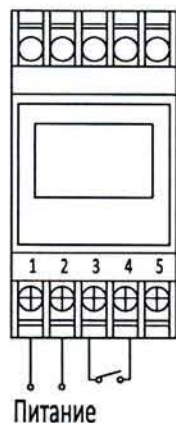

Рис. 4 KG10D-1H
6.2.1.1 Вспомогательный контакт реле KG10D-1H является открытым. Схема подключения реле показана на Рис. 4.